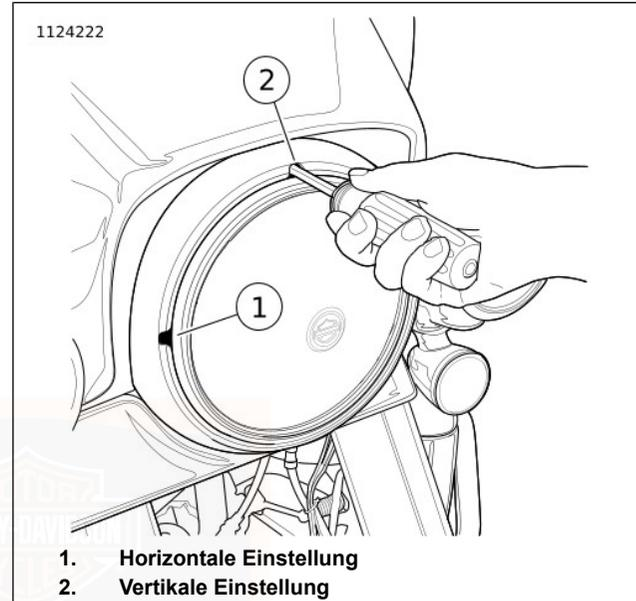
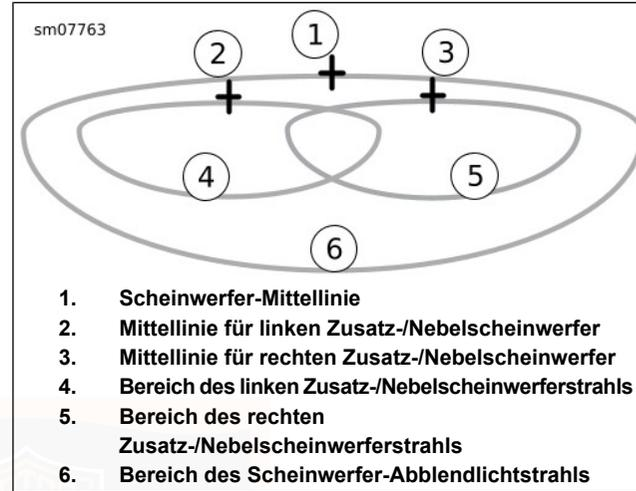

Abbildung 89. Scheinwofereinstellschrauben: Alle außer rahmenbefestigte Verkleidung (typisch)
Abbildung 91. Scheinwerfer-Lichtmuster: LED-Typ mit Zusatz-/Nebelscheinwerfer
2. **Alle außer rahmenmontierte Verkleidung:** Siehe Abbildung 89. Einen 5/32-in-Kugelhkopf-Sechskantschlüssel in die Einstellöffnungen im Zierring stecken.
- a. **Horizontal:** Den Scheinwerferstrahl mit der Horizontaleinstellschraube (1) nach links und rechts verstellen.
- b. **Vertikal:** Den Scheinwerferstrahl mit der Vertikaleinstellschraube (2) nach oben und unten verstellen.
- c. Siehe Abbildung 91. Den Scheinwerferstrahl einstellen.
4. Siehe Abbildung 91. Die horizontalen und vertikalen Mittellinien (2, 3) der Zusatz-/Nebelscheinwerfer auf der Wand markieren.
8. **LED:** Den linken Zusatz-/Nebelscheinwerfer so einstellen, dass der gesamte hell beleuchtete Bereich (4) unter der Mittellinie liegt, wie in Abbildung 91 dargestellt.